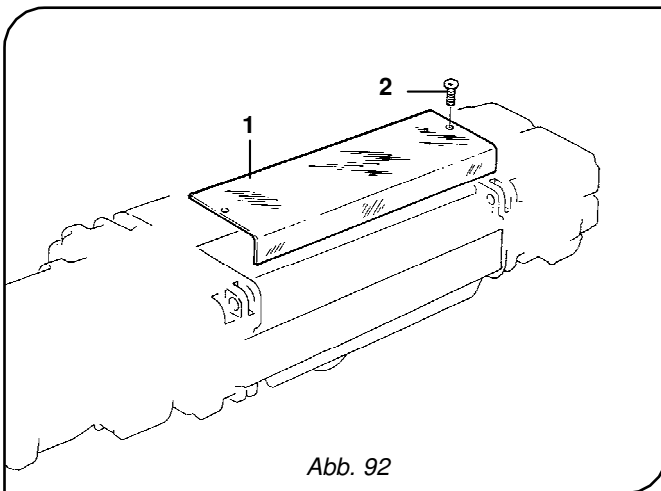

Abb. 92
2. Entfernen sie die Schutzabdeckung -1- auf der Seite der Endschalter, indem Sie die Schrauben -2- lösen (Abb. 92).